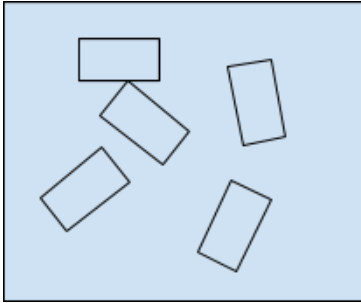
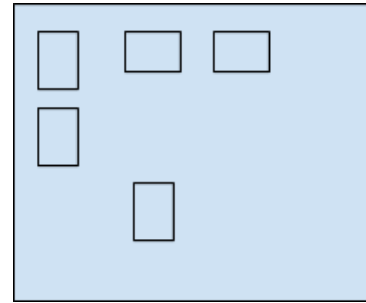

Figura 1 - Tubos posicionados aleatoriamente
Figura 2 - Tubos posicionados paralelamente
- 1) Na regra diz que os tubos estão posicionados aleatoriamente na área de coleta. Eles podem estar posicionados em qualquer ângulo em relação a lateral da pista (*Figura 1*)? Ou apenas paralelamente em relação à lateral da pista (*Figura 2*)?